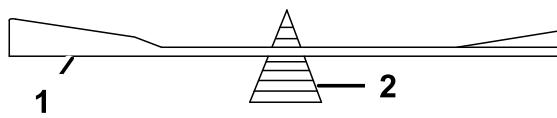

Figura 52
2. Verifique el equilibrio de la cuchilla colocándola sobre un equilibrador de cuchillas (Figura 52).